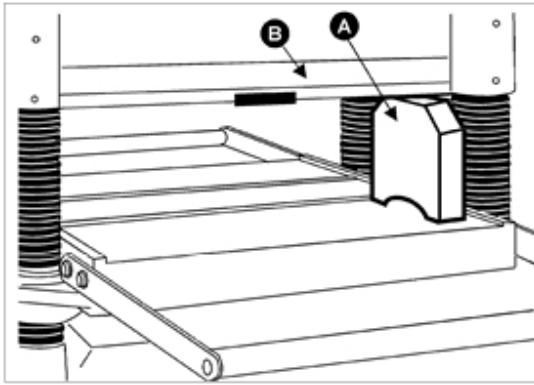

Рис. 25
2. Поверните маховик по часовой стрелке, чтобы поднять ножевой вал достаточно высоко для установки измерного блока (А, рис. 25) на рабочем столе под один из краев вала (В, рис. 25).